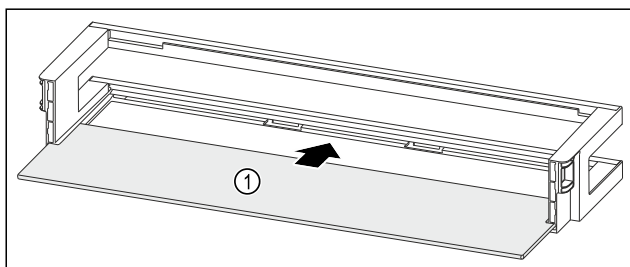

Fig. 95 Dørhylle med oppstillingsplass
- Skyv oppstillingsplassen Fig. 95 (1) inn i fordypningene på sidene.